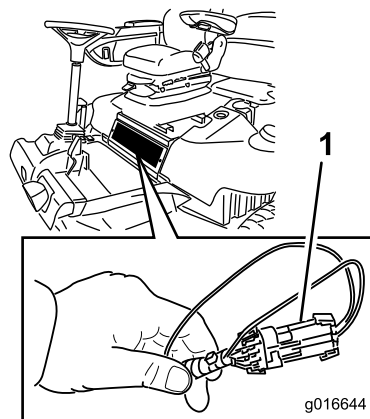

Figura 39
2. Retire el panel de acceso situado debajo de la parte delantera del asiento (Figura 39).
3. Localice el arnés de cables y los conectores, que están situados cerca del controlador (Figura 39).